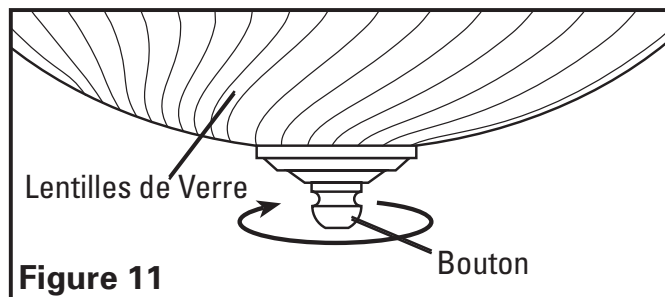
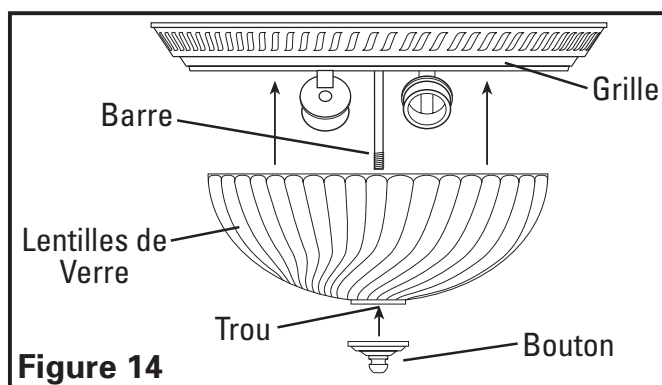

Figure 11
Figure 14
3. Enlever les lentilles de verre de la grille en dévissant le bouton au haut des lentilles (**Figure 11**).
7. Pour réinstaller le lustre en place, glissez le lustre de façon à ce que le trou soit aligné à la tige de la grille et sécurisé avec le bouton enlevé tel que démontré à la section 3. (**Figure 14**).
3. **Remplacement de l'ampoule:** déconnecter l'alimentation de l'unité. Enlever les lentilles en verre de la grille en dévissant le bouton au haut des lentilles (**Figure 11**). Remplacer l'ampoule (les ampoules) avec une (des) ampoule(s) incandescente(s) à culot moyen de type A19 de 60 watts au maximum. Réinstaller en place les lentilles en verre en glissant le trou dans les lentilles dans la tige de la grille et en serrant en place avec le bouton des lentilles (**Figure 14**).